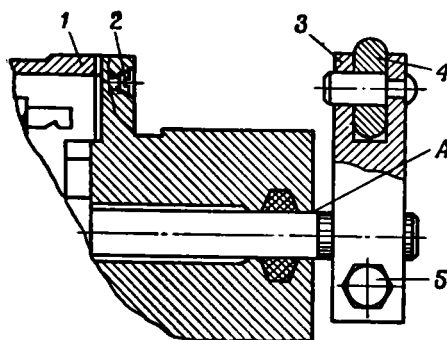

Рис. 27. Ограничитель углов:
1. Отвинтить винты 2 (рис. 27) и снять стакан 1, предохраняя от повреждения монтажный жгут.